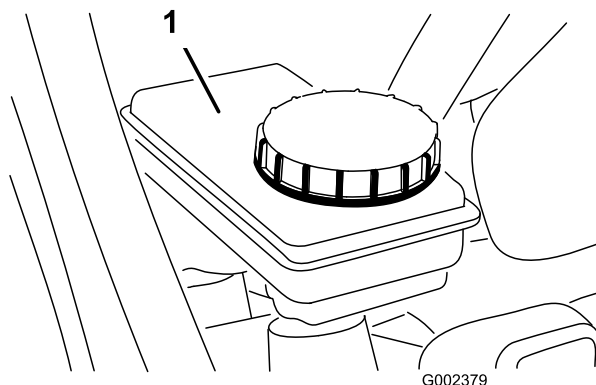

Figura 23
2. El nivel de líquido debe llegar a la línea Lleno del depósito (Figura 23).